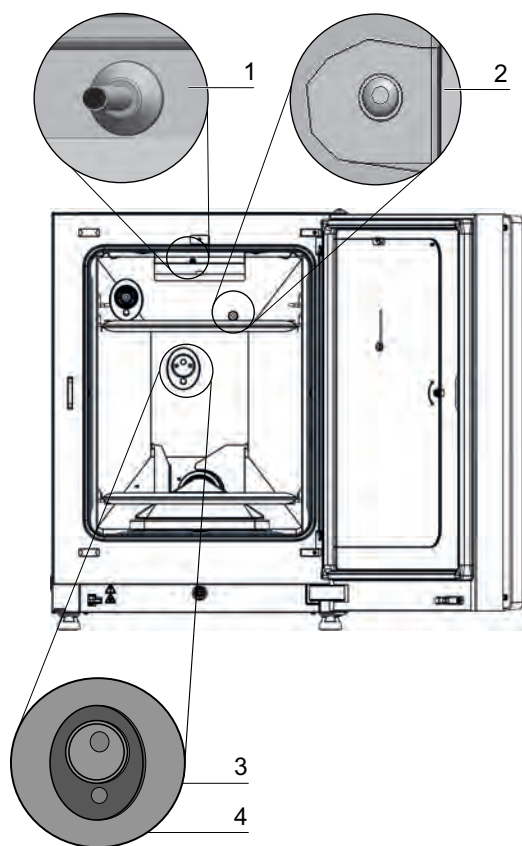

図 3-6. 温度、O₂、CO₂、湿度用センサー
- 装置内使用空間の温度及び 過温度保護機能を把握するセンサー（図 3-6、1）。
- O₂ センサー（オプション）、作業空間内の酸素濃度測定用（図 3-6、2）。
- CO₂ センサー、作業空間内の CO₂ 濃度測定用（図 3-6、3）。装備によって、この位置に TC180 WLD センサーまたは IR センサー（オプション）が取付けられます。
- RH センサーは、装置内使用空間内の空気湿度を把握するセンサー（図 3-6、4）。RH センサー（オプション）は、TCD180 WLD センサー と組み合わせて湿度補正を行います。